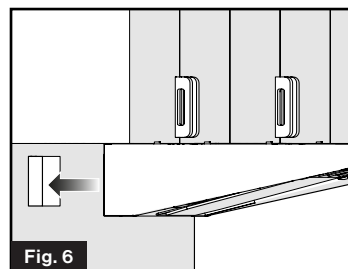

Fig. 6
5. Inserte el collar de ventilación en la parte posterior de la campana hacia el área del corte y fije la campana al gabinete superior usando los cuatro tornillos incluidos. (Fig. 6 y Fig. 7)